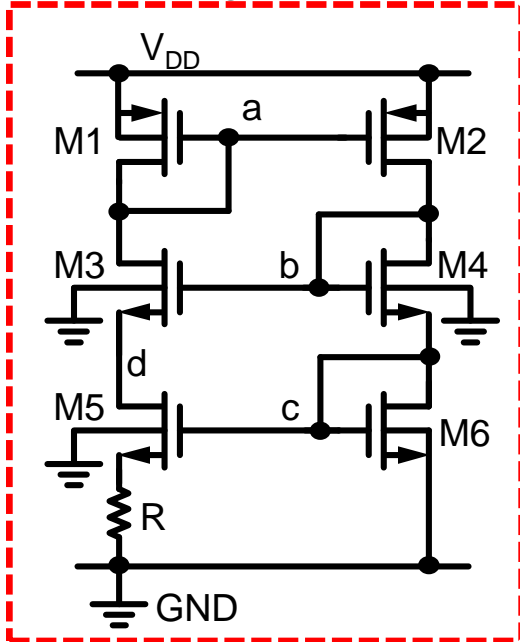
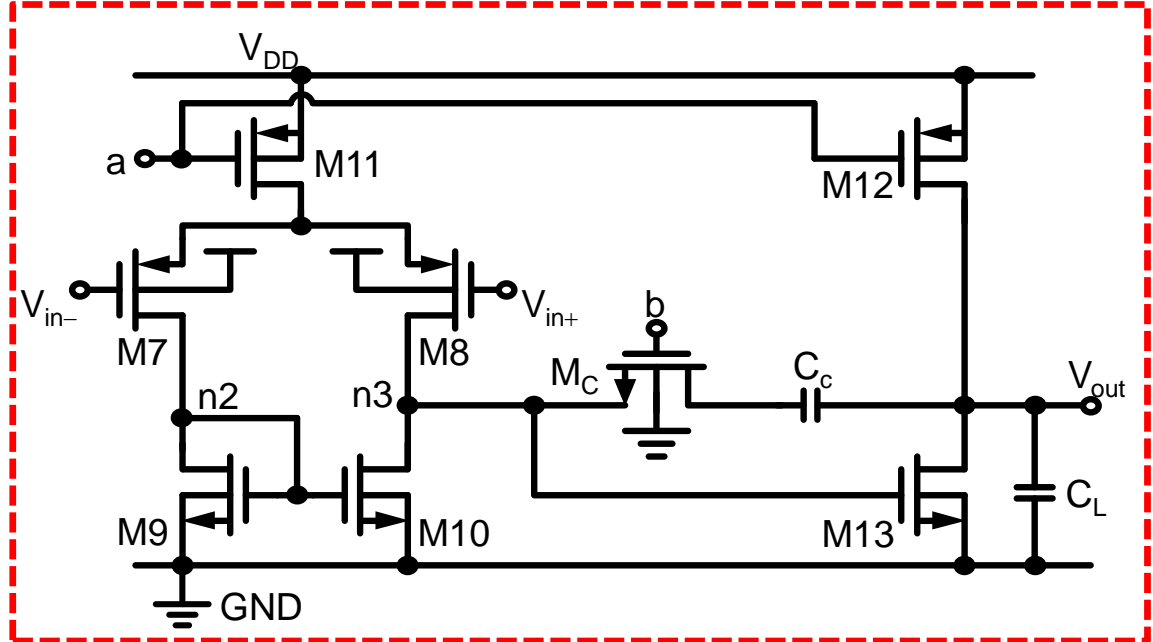

Fig. 1 : Bias Circuit
Fig. 2 : Two Stage OPAMP
- 2. 請參考P.2 Fig. 1所示之偏壓電路。你認為圖中之電路有何問題？是否需要修改或加入其他輔助電路？請說明你的理由。並手算設計Fig. 1所示之偏壓電路與輔助電路(如果需要)，使全部的branch電流總和**不超過15 $\mu$ A**，且  $V_{\text{eff1}\sim 2} > 0.15\text{V}$  與  $V_{\text{eff6}} > 0.15\text{V}$ 。
- 3. 請使用 2. 設計之偏壓電路並手算設計如P.2 Fig. 2所示的two-stage CMOS OPAMP，相關規格如下：
● 電晶體標號請與作業說明所給附圖(P.2 Fig. 1 & Fig. 2)一致